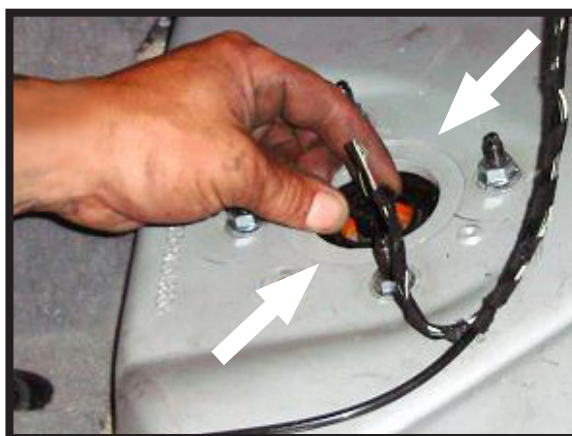

图 15
4. 断开空气支柱顶部的电气接头 (推动接头侧面可脱开)。(图 15)